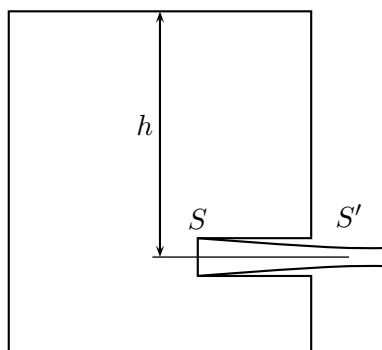

Figura 10: Problema 10
10. De un tanque como el de la figura 10, fluye un líquido hacia su exterior a través de una embocadura situada a una profundidad h respecto de la superficie libre. La embocadura